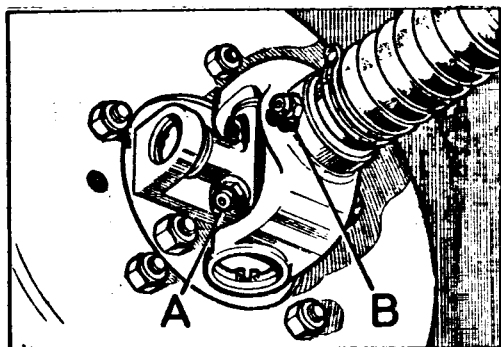

Fig. D-2 Puntos de engrase de los árboles de transmisión
- 1.1. Utilizando grasa del grado que corresponda (Sección X), se inyectará el lubricante a través de los engrasadores, A (Fig. D-2) montados en ambos extremos del árbol de transmisión.
- 2.1. El lubricante se inyectará a través del engrasador, B (Fig. D-2) de la junta elástica.